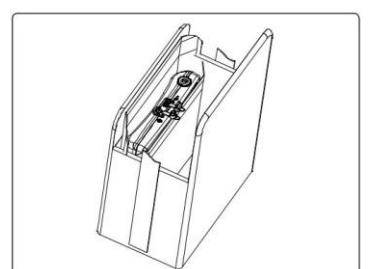

Figure 36. Placez l'appareil dans le sac de transport/stockage
3. Après avoir séché la console WoundEL®, rangez-la dans le sac de transport / stockage WoundEL® séparément des autres composants WoundEL® jusqu'à la prochaine utilisation, *voir Figure 36.*